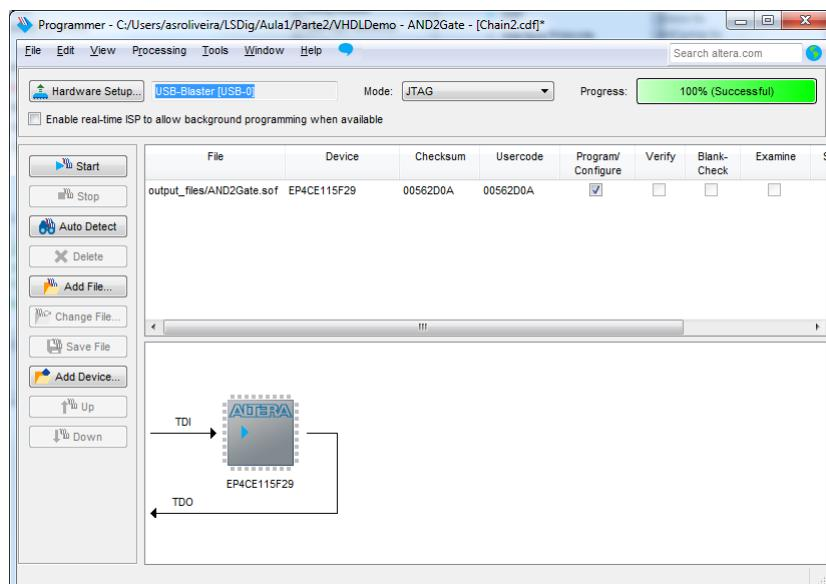

Figura 44 – Janela da aplicação após programação da FPGA.
**15.** No final do processo de compilação, programe a FPGA. Quando estiver concluída (com sucesso) a programação da FPGA, a aplicação de programação deve apresentar o aspetto da Figura 44.